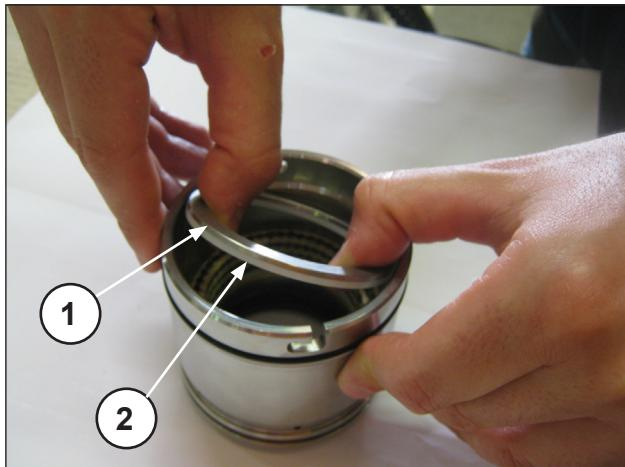
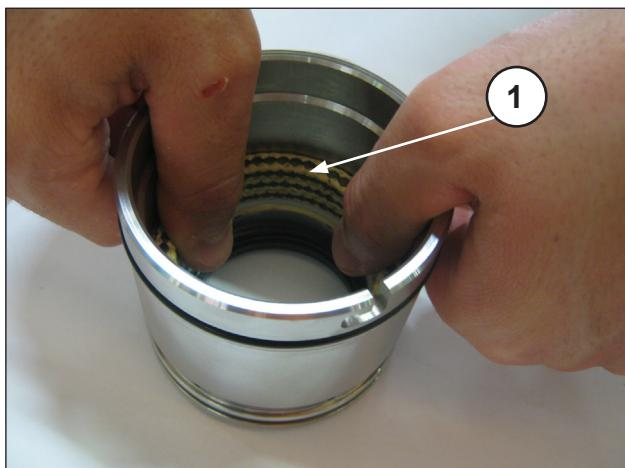

Рис. 162
Рис. 163
Отделите опору уплотнений от рубашки, снимите пружинное кольцо и скребковое кольцо (поз. ①②, Рис. 162) для доступа к нажимным уплотнениям (поз. ①, Рис. 163).